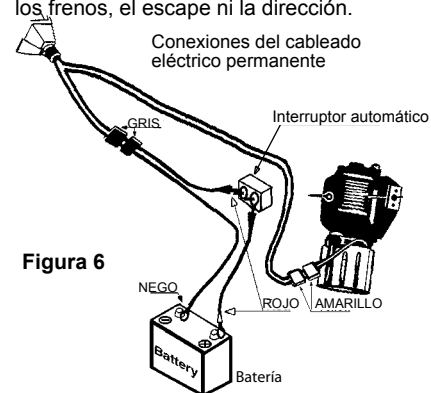

Figura 6
**Nota:** Se recomienda realizar la conexión permanente del cable de la batería antes de usar el cabrestante. Conecte el interruptor automático directamente al extremo de batería de la conexión permanente de la batería (ROJO) y después conecte el alambre ROJO del interruptor automático al borne positivo de la batería. Conecte el alambre codificado negro de la conexión permanente de la batería al terminal negativo de la batería. Forre el interruptor automático con cinta aislante para prevenir cortocircuitos. (Ver la figura 6).